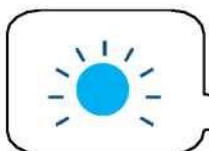

Abb.5
- Die blaue Heizungs-LED beginnt zu blinken Abb.5